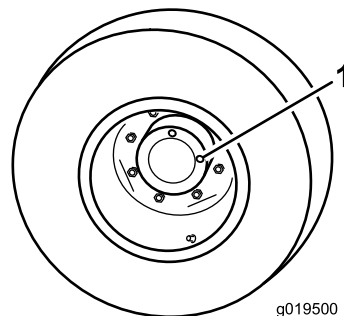

Figure 65
1. Amenez la machine sur une surface plane et horizontale, tournez la roue de sorte à placer un bouchon de contrôle (Figure 65) à la position 12 heures et l'autre à la position 3 heures.
1. Bouchon de contrôle/vidange (2)
- Retirez le bouchon qui est à la position 3 heures (Figure 65).